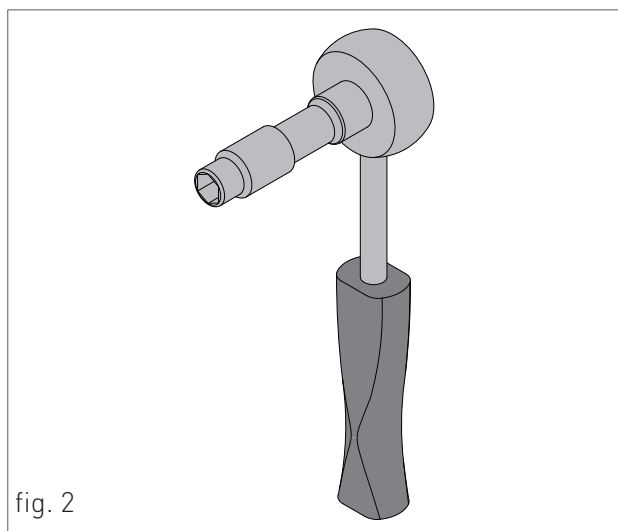

fig. 2
10. SEGNALAZIONE FIAMMA PRESENTE/INDICA ANCHE, SU 3 LIVELLI DI PERCENTUALE, IL GRADO DI POTENZA DI MODULAZIONE DELLA CALDAIA (fig.2)